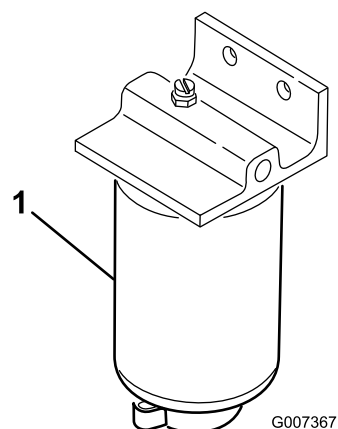

Figura 40
2. Pulite la superficie circostante la scatola del filtro (Figura 40).
4. Aprite il tappo di spurgo del filtro e la valvola di sfato (Figura 40).